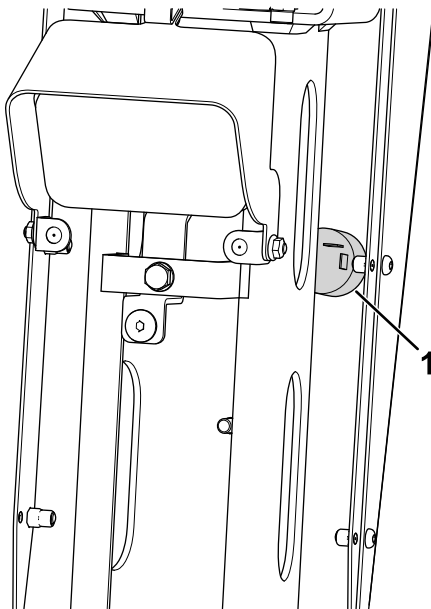

Bild 16
5. Entfernen Sie den Stecker und befestigen Sie den Alarm an der Rückwand der Lenksäule an (**Bild 16**).